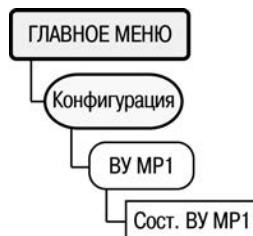

Рисунок 6.6
6.7.2 Работа МР1 контролируется по значениям //Конфигурация/Сост.ВУ МР1 (рисунок 6.6). Оперативный параметр, отображающий текущее состояние выходов блока МР1. Тип отображения – бинарный. Младший разряд соответствует выходу 8 МР1, старший – выходу 1 МР1.